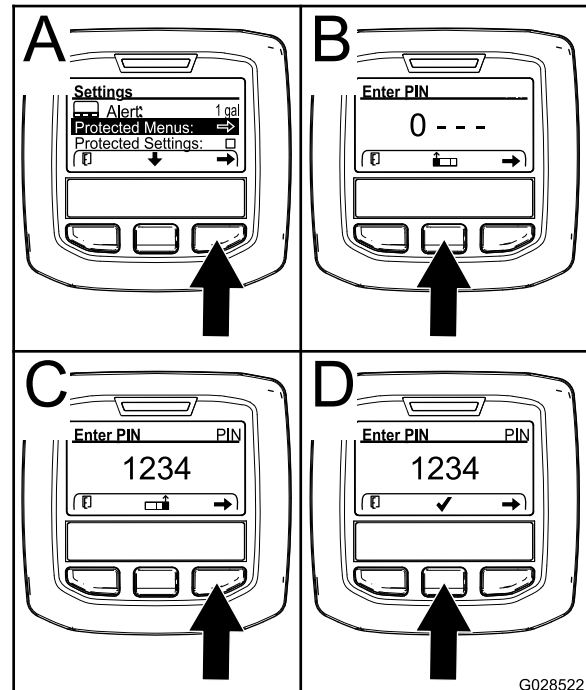

Рисунок 16
2. В меню SETTINGS (НАСТРОЙКИ) с помощью средней кнопки прокрутите меню вниз к пункту PROTECTED MENU (ЗАЩИЩЕННОЕ МЕНЮ), и нажмите правую кнопку (Рисунок 16А).
3. Чтобы ввести ПИН-код, нажмите среднюю кнопку и удерживайте ее в нажатом положении до появления первой цифры, затем нажмите правую кнопку, чтобы перейти на следующую цифру (Рисунок 16В и Рисунок 16С). Повторяйте этот пункт до тех пор, пока не будет введена последняя цифра, затем нажмите правую кнопку еще раз.